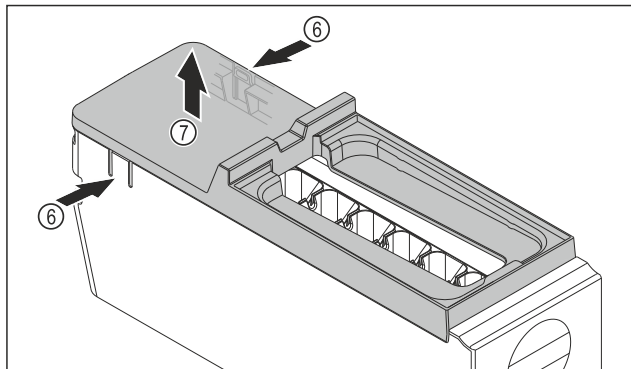

Fig. 172
- 取出 EasyTwist-Ice 机身的盖板：用一只手按压 EasyTwist-Ice 机身两侧的接片 Fig. 172 (6)。
- 用另一只手朝上取出盖板 Fig. 172 (7)。